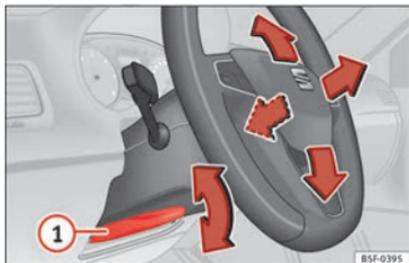

Fig. 16 Leva nella parte inferiore del lato sinistro del piantone dello sterzo.
• Regolazione della posizione del volante: tirare la leva » **fig. 16** ① verso il basso, muovere il volante verso la posizione desiderata e risollevare la leva fino al punto di chiusura.